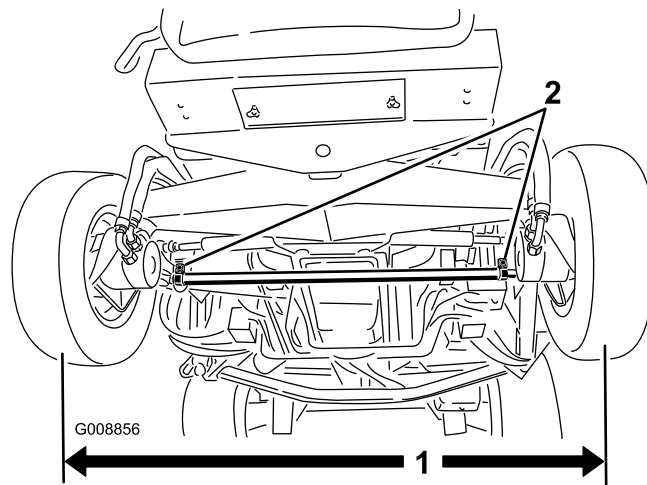

Bild 76
1. Messen Sie den Abstand vorne und hinten an den Lenkreifen Mitte-zu-Mitte (auf Achshöhe).Bild 76
2. Lockern Sie zum Einstellen der Vorspur die Klemmen an beiden Enden der Spurstangen (Bild 76).